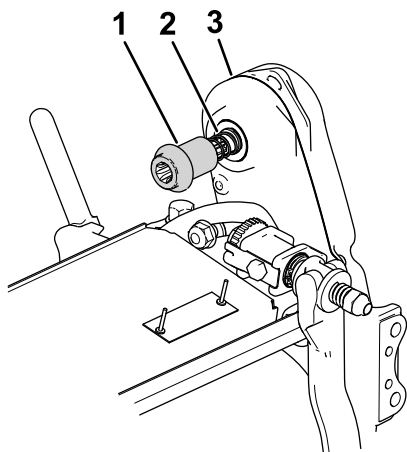

Figura 7
4. Instale o acoplador e mola no conjunto do veio de transmissão do cilindro da unidade de corte (Figura 7).
5. Certifique-se de que o acoplador (Figura 7) se pode mover facilmente para a frente e para trás no veio de transmissão.